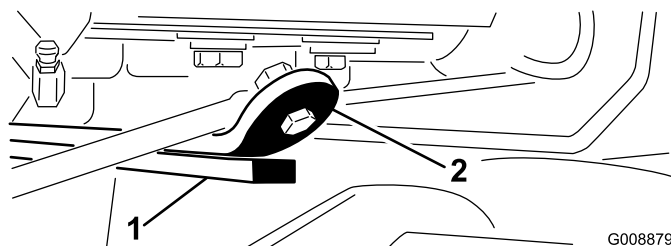

Figura 14
3. Ligue o motor, eleve as unidades de corte e certifique-se de que a folga entre a fita de atrito na barra de atrito da parte superior da unidade de corte e a correia do amortecedor é de 0,51 a 2,54 mm (Figura 14).